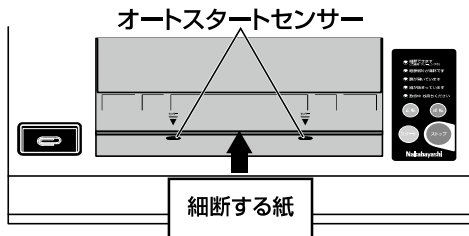

図5 細断する紙の投入方法
☆細断する紙は、投入口④のガイドに合わせて投入してください。 **図5 参照**
P7 図5 参照